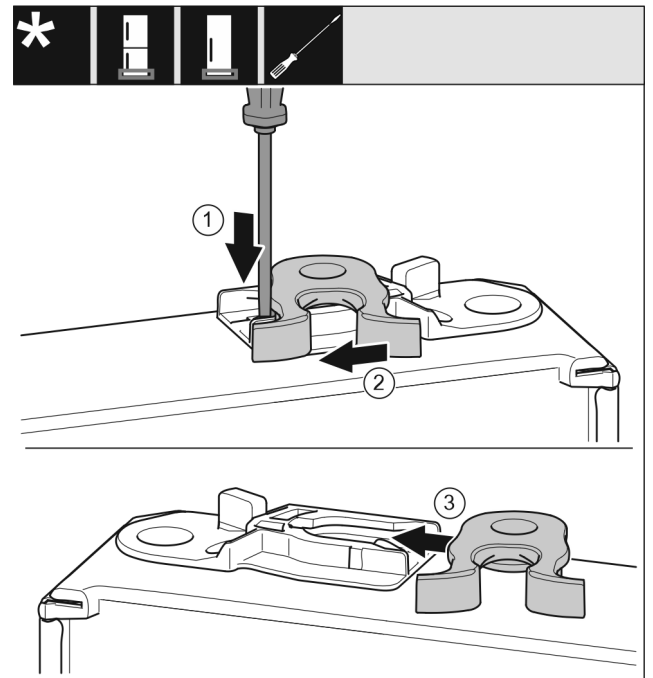

Fig. 18
- ▶ Press lasken ned med skrutrekkeren. Fig. 18 (1)
- ▶ Trekk låsekrokene ut av føringene. Fig. 18 (2)
- ▶ Skyv låsekrokene inn i føringen på den andre siden. Fig. 18 (3)